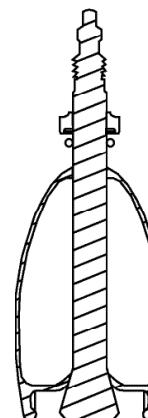

Fig. 1 - A
- Quite la contratuerca (Fig. 1 - A) que está enroscada en las roscas de la válvula exterior.
- Vuelva a enroscar la contratuerca que retiró anteriormente (fig. 1 - A) en la válvula, de modo que la válvula se mantenga en su lugar con respecto a la llanta.